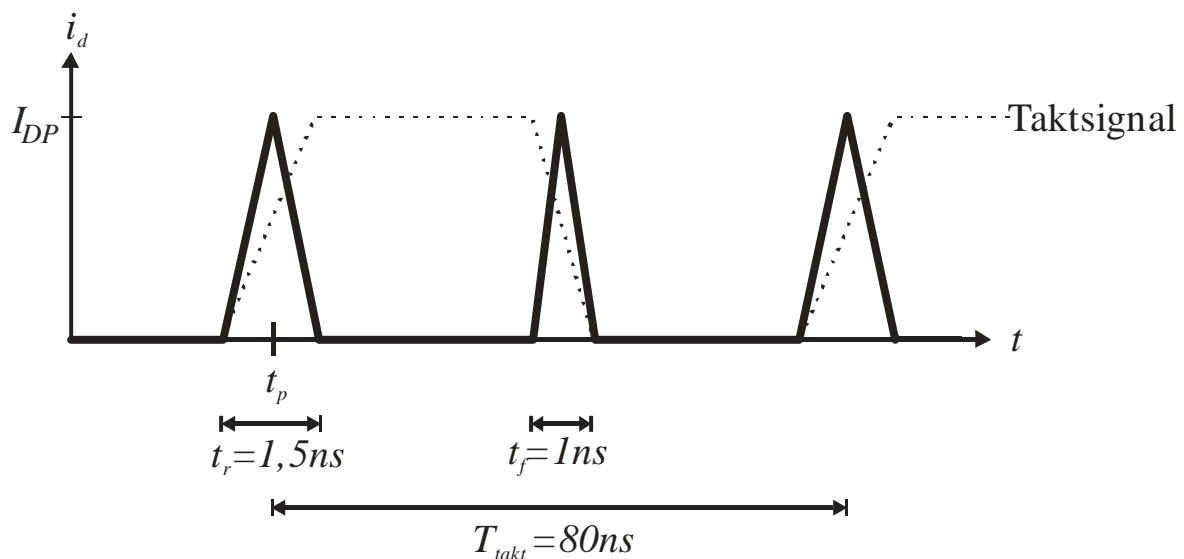

Bild 3.1: Stromverlauf durch eine Inverterstufe bei Umschaltvorgängen
In Bild 3.1 ist der Stromverlauf durch einen Inverter beim Umschalten dargestellt. Zur Vereinfachung wird die Strom-Zeit-Fläche während eines Umschaltvorganges durch ein gleichschenkeliges Dreieck angenähert.
- c) Wie hoch ist die in Bild 3.1 skizzierte Stromspitze I_{DP} , wenn ein Microcontrollermodell betrachtet wird, bei dem im Mittel bei jeder Taktflanke 32.000 Inverter gleichzeitig schalten und der pro Taktperiode verursachte mittlere Gesamtstrom 48 mA beträgt?